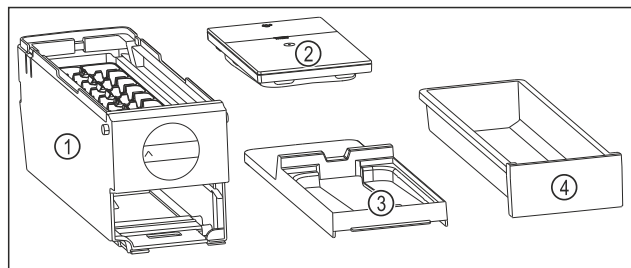

Fig. 88 Sastavni dijelovi sustava EasyTwist-Ice
- EasyTwist-Ice je rastavljen u četiri dijela. (pogledajte Fig. 88)
- Sustav EasyTwist-Ice rastavite samo u dijelove prikazane slikom. (pogledajte Fig. 88)
- Tijelo sustava EasyTwist-Ice Fig. 88 (1) čistite kao cjelinu.